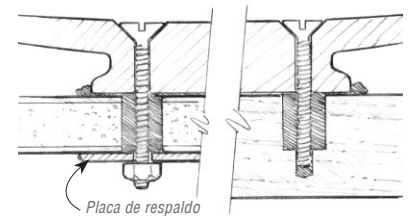

Figura 18 Apriete los sujetadores hasta que una pequeña cantidad de epóxico se exprima de la junta.
5. Coloque el hardware en posición. Inserte y apriete los sujetadores hasta que una pequeña cantidad de la mezcla se exprima de la junta (Figura 18).